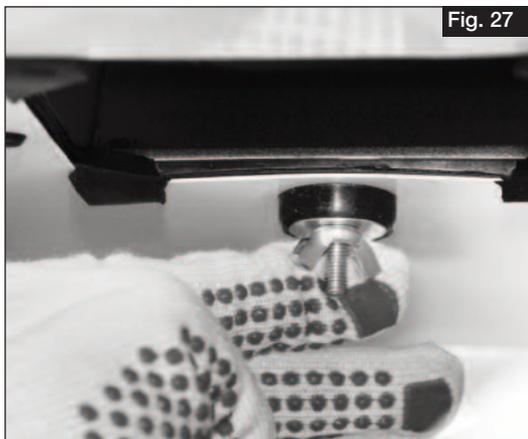
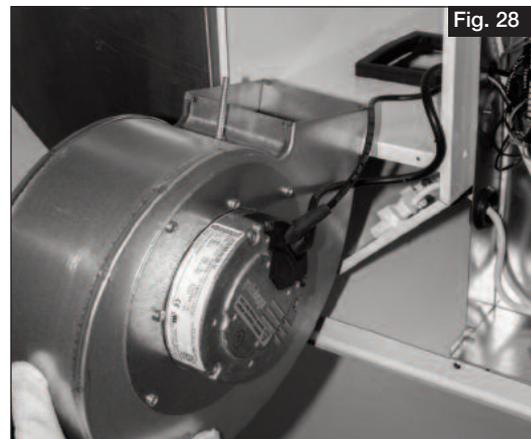

Fig. 27
Fig. 28
Pour changer les filtres, ouvrir les deux fermetures à grenouillères placées en haut de la façade avant afin de retirer la porte. Tirer sur les filtres air repris et air extérieur pour les sortir de leur glissière (fig. 28).
1. Pour démonter le moteur, dévisser l'écrou ci-dessous (fig. 27). Tourner le ventilateur en le tirant vers l'avant pour pouvoir accéder à la fiche de connexion (fig. 28). Pour finir, débrancher le câble électrique.